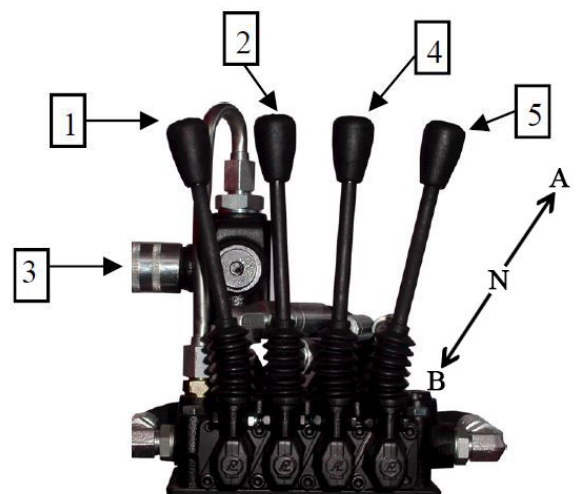

FIG. 5
En los modelos que no disponen de Enganche Rápido Integral, el control de todas las funciones, se realiza mediante un conjunto de mandos hidráulicos, Fig. 5, situados sobre la Lanza de Enganche, al alcance del tractorista. La palanca nº 1, empujándola a la posición A, pone en funcionamiento la cadena de aportación de estiércol o abono. En esta posición la palanca queda enclavada. Tirando de ella hacia la posición B, la cadena se mueve en sentido inverso y al soltarla vuelve a la posición de N (neutro). La palanca nº 2, empujándola hacia la posición A permite el des-censo de la Maquina y tirando de ella hacia la posición B, la elevación. Al soltarla queda posicionada en N.
REGULACIÓN. Una vez efectuada la carga de la Maquina, accionando la palanca 2 del mando hidráulico Fig. 5 en sentido B se eleva la misma hasta conseguir que el elemento Localizador quede a suficiente altura del suelo para poder desplazarla sin que tropiece en el mismo. Trasladada al lugar de utilización presionando sobre la palanca 2 en sentido A y avanzando al mismo tiempo unos metros, desciende la Maquina y el Localizador se introduce en la tierra. Si la profundidad alcanzada es demasiada o insuficiente, corregir el Tope roscado situado en el Eje de ruedas alargando o acortando respectivamente hasta conseguir la profundidad deseada y fijar la contratuerca. Empujar sobre la palanca 1 en sentido A y avanzar con la velocidad adecuada a la potencia disponible en el tractor y al tipo de trabajo y tierra. Comprobar la dosis de aportación y si es necesario corregir la misma posicionar el Dial 3 dando mas o menos velocidad a la cadena y al mismo tiempo complementar con mayor o menor apertura de la compuerta trasera. No es conveniente trabajar con la compuerta demasiado cerrada para que no se produzca una gran retención y al mismo tiempo tener menor riesgo de bloqueo por cuerpos extraños. Las palancas 4 y 5 accionan los indicadores de ambos lados.
Esta opción permite abrir y cerrar la compuerta de forma automática. Cuando empujamos sobre el mando hidráulico (1) de la Fig. 5 en sentido de A, al iniciar el movimiento la cadena, la compuerta se abre. La regulación de la apertura se realiza por medio de dos toques con tornillos (T), Fig. 6, que limitan el recorrido de apertura de la compuerta. El cierre de la misma se produce cuando detenemos mediante el mando hidráulico (1) el movimiento de la cadena y lo accionamos momentáneamente (un segundo) en sentido B. La regulación de la fuerza de la apertura, se realiza mediante el tornillo (R) de la Válvula de Retención. Se regula ésta Válvula estando la Maquina descargada y el Mando hidráulico 1 en posición A (marcha), apretar poco a poco el Tornillo R hasta que la compuerta se abre y se mantiene en dicha posición aun cuando la velocidad de la cadena sea pequeña. Fijar la contratuerca. ¡¡ATENCIÓN!! No dar excesiva presión en la compuerta. Limitar ésta al correcto funcionamiento de la compuerta.